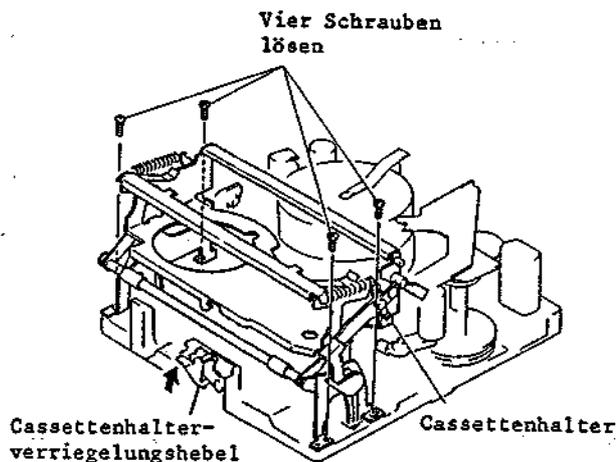

Abb. 2-40 Ausbau des Cassettenhalters
3-2 Ausbau des Cassettenhalters (Abb. 2-40)
1. Den Cassettenhalter-Verriegelungshebel in Pfeilrichtung bewegen und den Cassettenhalter anheben (siehe Abb. 2-40).
2. Vier (4) Befestigungsschrauben des Cassettenhalters lösen.
1. Den Cassettenhalter ausbauen (siehe Abb. 2-40).